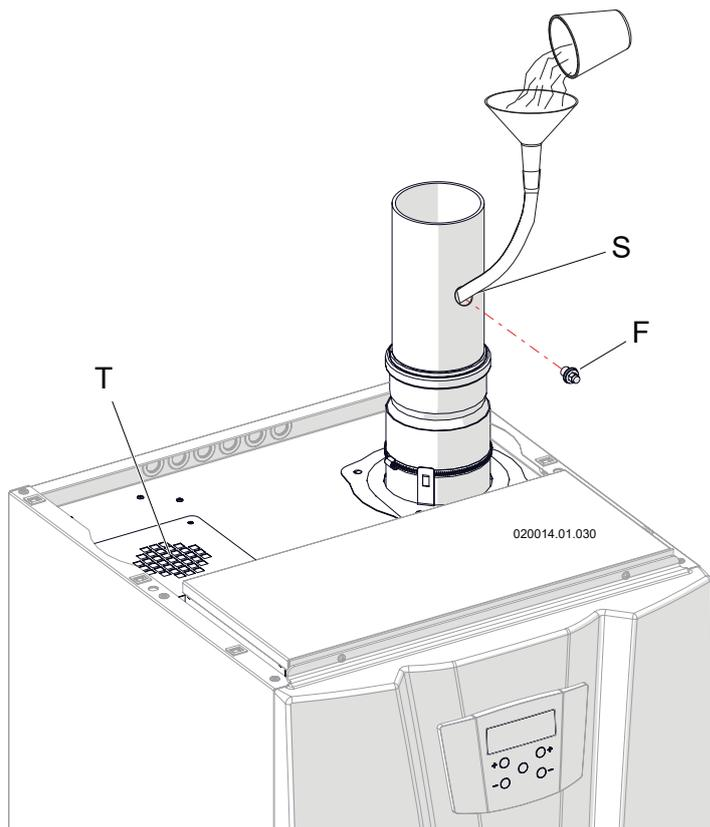

Figura 6-2
Il sifone che si trova all'interno dell'apparecchio deve essere riempito d'acqua per creare il battente in grado di evitare la fuoriuscita di fumi dal condotto "5" di Figure 3-3, 3-5 e 3-7. Allo scopo procedere come di seguito: Quando non è diversamente specificato fare riferimento a Figura 6-2.
- Che la griglia di aspirazione dell'apparecchio sia libera da qualsiasi ostruzione (particolare "T" di Figura 6-2);